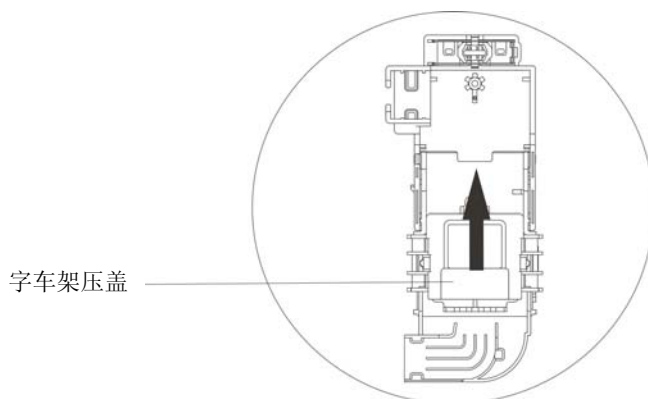

图 A-8 锁紧字车架压盖
- ⑥ 合上字车架压盖，按箭头方向推锁紧压盖（如图 A-8 所示）。